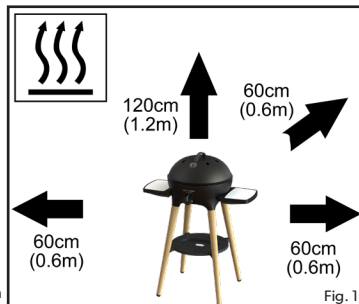

Fig. 1
- Assicuratevi che il dispositivo sia usato a distanza da materiali infiammabili. Distanze minime di sicurezza: sopra il dispositivo - 1,2 m; dietro e ai lati - 0.6 m. (Fig. 1)